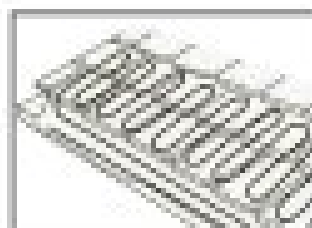

Рис.1
- Закрепите секцию на кровле "жидкими" гвоздями 10-20мм. Высота ската от края кровли должна быть не менее 30мм (Рис.1)